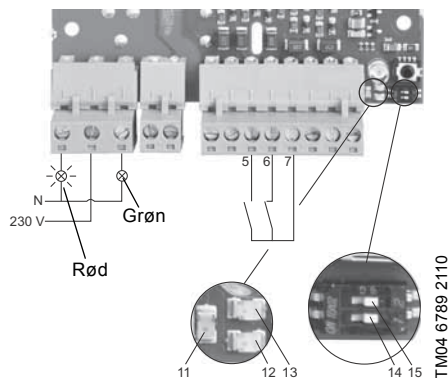

Fig. 9 Detektering af højt vandniveau
Se fig. 9.
Brug klemme (pos. 6) når der bruges en brydekontakt til at vise højt vandniveau. Se fig. 9.
7.1.1 Systemalarmer og -advarsler og fig. 9.